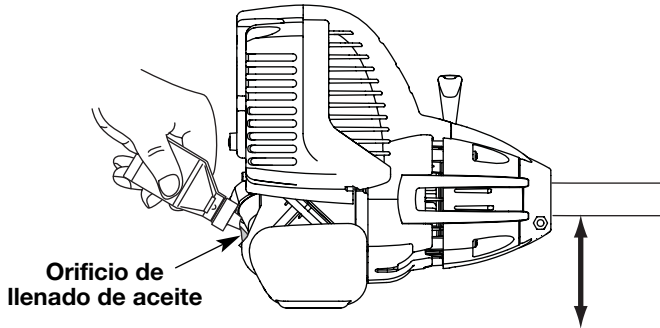

Fig. 6
2. Coloque la unidad sobre una superficie plana (Fig. 6).
- Vierta todo el contenido de la botella de aceite en el cigüeñal (Fig. 6).